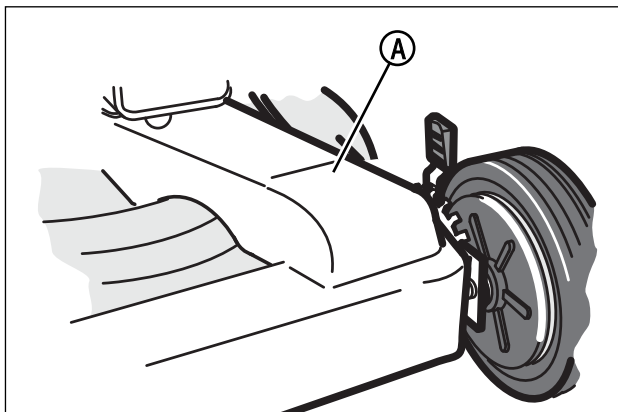

Figura 17: rimozione della copertura della cinghia
1. Rimuovere le viti di fissaggio della copertura della cinghia (A, Figura 17). Rimuovere la copertura.